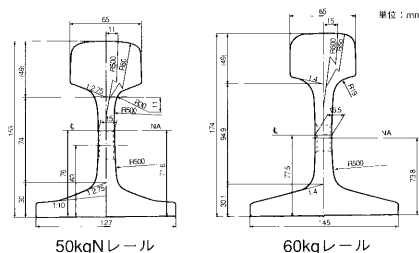

図3 レールの断面形状
- 長さ1m当たりの質量で表わし、60kg、50kgN、50kg、40kgN、37kg、30kgレール等があります(図3)。また、分岐器用の50S、70Sおよび80Sレールもあります。